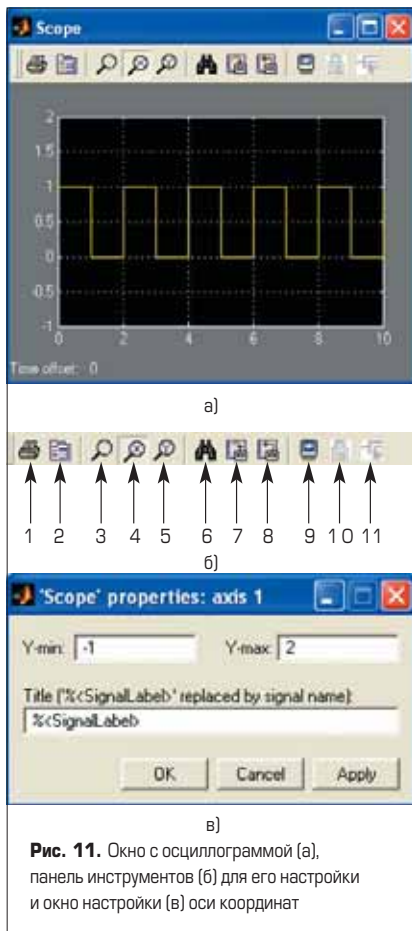

Рис. 11. Окно с осциллограммой (а), панель инструментов (б) для его настройки и окно настройки (в) оси координат
Дает возможность наблюдения за ходом процессов при моделировании. Окно для наблюдения за сигналами (окно осциллограммы) открывается двойным щелчком мыши по пиктограмме Scope, что выполняется на любой фазе моделирования. Такое окно с осциллограммой прямоугольных импульсов показано на рис. 11а. Для настройки этого окна используются кнопки панели инструментов (рис. 11б):
- щелкнуть ПК мыши в окне графика, появится контекстное меню, в котором выбирается команда **Axes properties...** (свойства осей), а затем в появившемся окне 'Scope' properties: axis 1 (свойства графика) (рис. 11б) выставить максимальное и минимальное значения по оси координат Y и, при необходимости, — заголовок осциллограммы (Title). Для настройки осциллографа используется окно задания параметров 'Scope' parameters, которое вызывается кнопкой Parameters и содержит две закладки: **General** — общие параметры и **Data history** — параметры сохране-
Теперь рассмотрим, как выполняется выбор времени и шага моделирования. Предположим, нужно получить синусоидальный сигнал с амплитудой 4 В и частотой 20 Гц. Собираем схему из генератора **Signal Generator** (настраиваем его амплитуду и частоту) и осциллографа **Scope** и запускаем полученную модель. Результат в окне осциллограммы **Scope** получается неожиданный — на осциллограмме практически прямая линия (рис. 14а). Нажимаем кнопку «бинокль» (на рис. 11б кнопка 6). Получается временная диаграмма, далекая от синусоиды (рис. 14б). Причина этого явления объясняется неправильно выбранными параметрами моделирования.